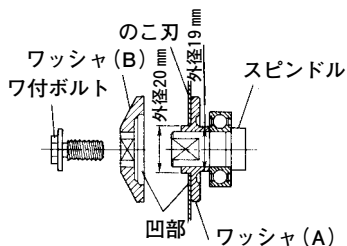

図 19-1
穴径 19 mm のこの刃を使用するときは、2 mm 穴 (凹 0.3 mm) のない面が、この刃側になるように取付けます。なお、ワッシャ (B) はいずれの場合も凹部をこの刃側にします。(図 19-1)
- (4) この刃の向きは、この刃の矢印がソーカバーの矢印方向と一致するようにします。
- (5) ワ付ボルトを十分に締付けてください。